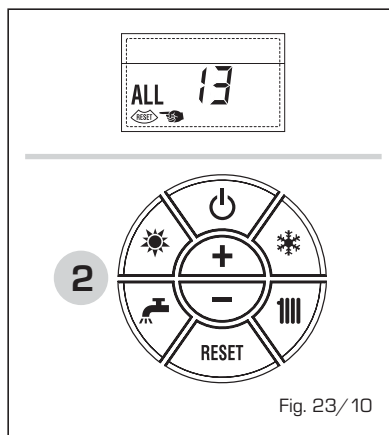

Fig. 23/10
- **ANOMALIA SONDA FUMOS "ALL 14"** (fig. 23/11)